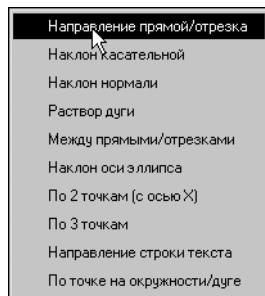

Рис. 28.11. Активизация команды Геометрического калькулятора
7. Чтобы задать угол наклона отрезка, щелкните правой кнопкой мыши в поле **Угол** на Панели свойств. Вызовите команду **Направление прямой/отрезка** из меню Геометрического калькулятора (рис. 28.11).